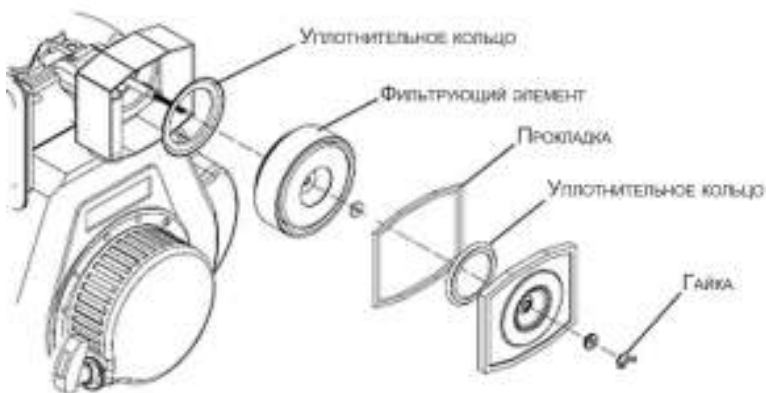

Рис. 14
1. Открутите гайку. Снимите крышку воздушного фильтра. Извлеките элементы фильтра и разъедините их (Рис. 14).